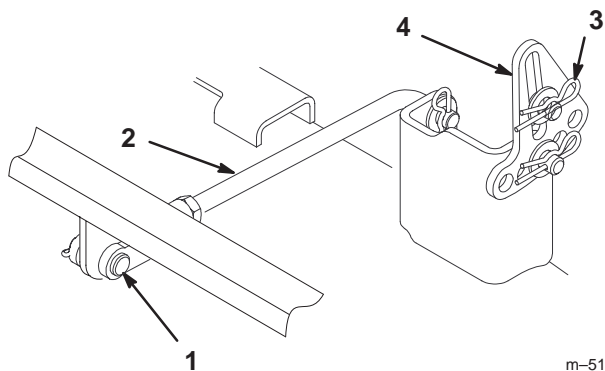

Bild 47
- Entfernen Sie den Splint und den Lastösenbolzen von den hinteren Drehzapfenstangen (Bild 47) an beiden Mähwerkseiten.
- Entfernen Sie den Splint und die Scheibe von den Mähwerk-Nivellierhalterungen (Bild 47). Merken Sie sich das Loch, in dem die Nivellierhalterung befestigt ist, für den Wiederausbau. Schieben Sie die Bügel vom Montagestift herunter.
- Befestigen Sie die hintere Drehzapfenstange mit dem Splint und dem Lastösenbolzen an jeder Seite des Mähwerks am Traktor (Bild 47).
- Schieben Sie die Nivellierhalterungen auf die Befestigungsstifte und befestigen Sie die Halterungen mit den Scheiben und Splints ab (Bild 47).